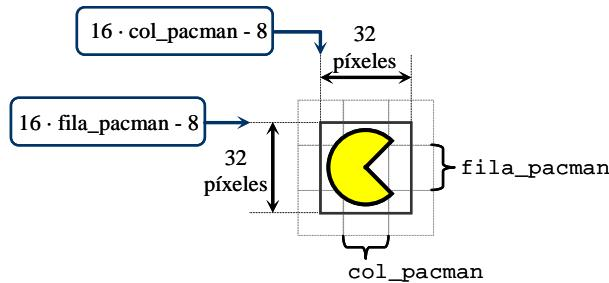

Figura 15.10: Coordenadas del pac-man ampliado
Por último sólo queda pintarlo. En el proceso que asigna los colores de la VGA ya no podemos seleccionar el área del *pac-man* basándonos en la fila y columna de la cuadrícula (`fila_cuad=fila_pacman` y `col_cuad=col_pacman`) ya que ahora el *pacman* ocuparía también parte de las ocho cuadrículas adyacentes, tal como se puede ver en la figura 15.10. Por lo tanto, ahora tenemos que calcular los píxeles y líneas de la pantalla donde empezaría a dibujarse la imagen (referidos a la pantalla y no a la cuadrícula).
La figura 15.10 muestra en qué píxel de la pantalla hay que empezar a mostrar el *pac-man*, simplemente hay que restar 8 (la mitad de una celda) a la columna y a la fila de la VGA
- Para pintar el *pac-man* se calculan sus coordenadas como se hizo en la figura 15.10 pero al valor de la columna se le resta el valor de `pacm_pxlmov`.